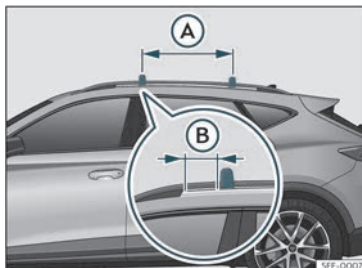

Fig. 117 Puntos de fixación das barras lonxitudinais para o portaequipaxes do teito.
As barras transversais están montadas nas barras laterais do teito. A distancia entre as barras transversais >>> fig. 117 (A) debe estar entre 70 e 90 cm e a distancia das barras transversais cos soportes das barras laterais do teito (B) deberá ser de 15 cm.